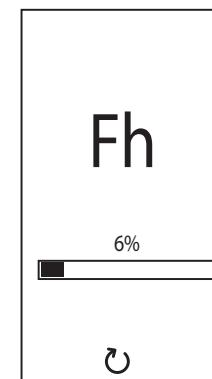

рис. 9- Выпуск воздуха с выключенным вентилятором
- В течение последующих 280 секунд будет проводиться цикл стравливания воздуха ("Fh") при неработающем вентиляторе (рис. 9).